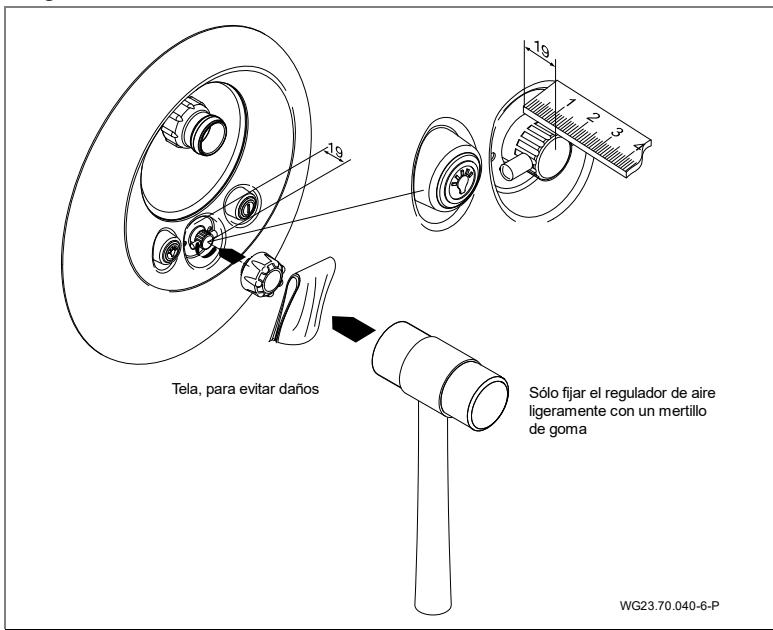

Fig. 22
11. Fijar la caperuza de regulación del aire. (Fig. 22)
12. Conectar los lados de aspiración y de presión de la bomba Jet (92) a la carcasa empotrada (1) con el medio racor (98, 99, 100), el ángulo de goma (79) y las abrazaderas (75) correspondientes.